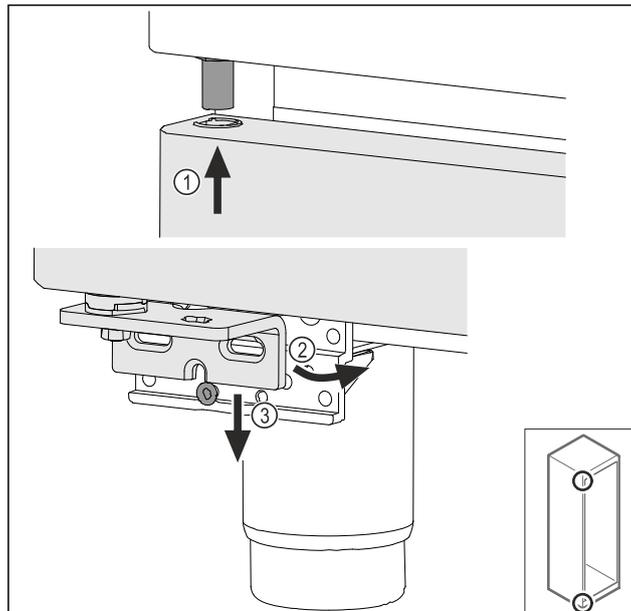

Fig. 74
- ▶ Enfiler la porte légèrement inclinée en haut Fig. 74 (1), redresser la porte Fig. 74 (2) et la poser en bas sur la vis du support de palier Fig. 74 (3).